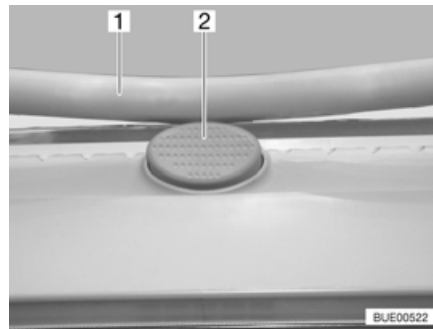

Bild 79 Sicherungsknopf an der Heki-Dachhaube
- Den Sicherungsknopf (Bild 79,2) drücken und den Bügel (Bild 79,1) mit beiden Händen nach unten ziehen.
- Den Bügel mit beiden Händen nach oben drücken, bis der Bügel oberhalb des Sicherungsknopfes (Bild 79,2) liegt.